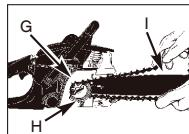

Fig. 3E
8. Pase la cadena alrededor de la rueda (G) detrás del embrague (H). Asegúrese de que los eslabones encajen entre los dientes de la rueda. (Fig. 3E)
9. Guíe los eslabones de arrastre en la ranura (I) y alrededor del extremo de la espada. (Fig. 3E)